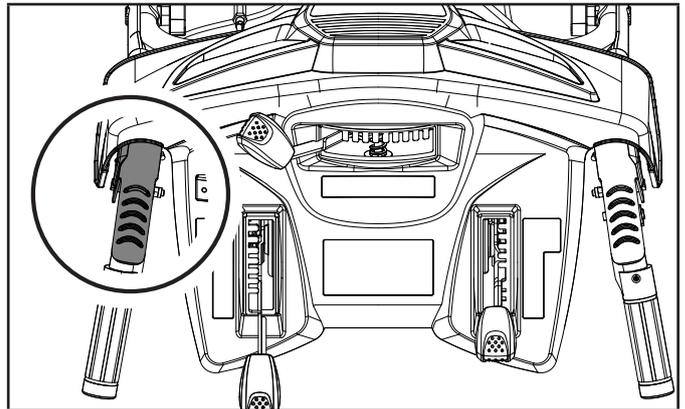

Figure 14
Poignée de commande de la conduite automatique. Située sur la poignée de gauche. (figure 14)
1. Situé sur le côté gauche (derrière la souffleuse). Lorsque la souffleuse à neige est embrayée, poussez ce levier dans la direction de la poignée pour engager les roues. Si le levier de commande autopropulsion est relâché, le déplacement de la machine cesse. (figure 14)